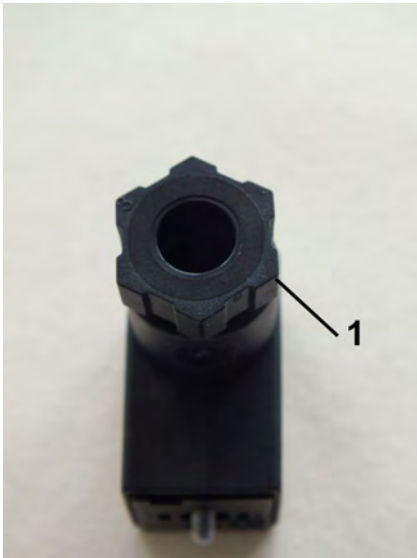

Abb. 23: Verschraubung lösen
4. ➔ Verschraubung (Abb. 23/1) durch Drehen nach links lösen
8. ➔ Verschraubung (Abb. 23/1) durch Drehen nach rechts wieder anziehen